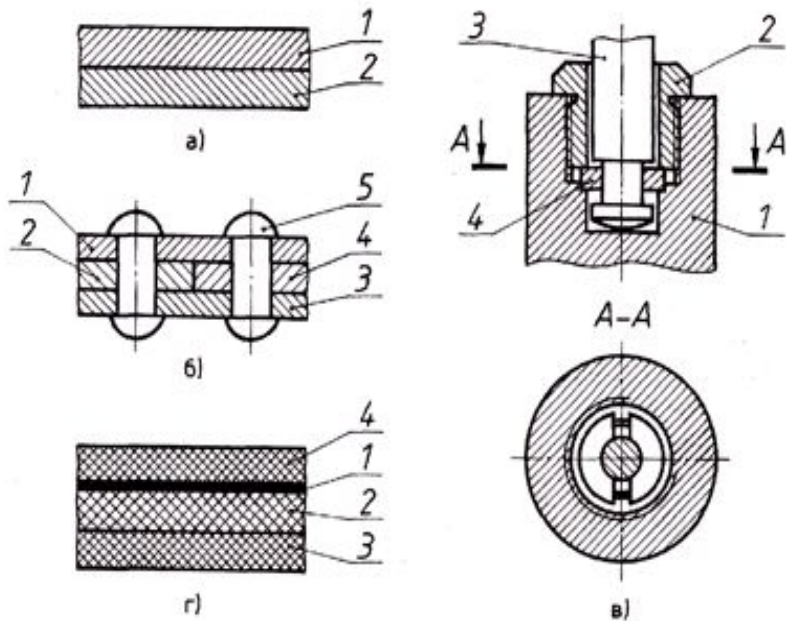

Рис. 231. Штриховка смежных деталей
- При изображении в сечениях или разрезах двух соприкасающихся деталей применяют встречную штриховку с наклоном линий в 45° для одной детали вправо, для другой — влево (рис. 231, а, детали 1 и 2; рис. 231, б, детали 3 и 4, 2 и 4), которая также может выполняться с изменением расстояния между штрихами (рис. 231, б, детали 1 и 2, 3 и 4). Кроме того, штриховка может быть выполнена без изменения направлений линий штриховки, но со сдвигом или с изменением расстояний между ними (рис. 231, б, детали 1 и 4, 2 и 3).
- При штриховке «в клетку» смежных сечений применяют разное расстояние между штрихами для каждой детали (рис. 231, г, детали 2 и 3).
- Узкие площади сечений, ширина которых на чертеже равна 2 мм и менее, показывают зачерненными (рис. 231, г, деталь 1).
- При выполнении продольных разрезов на сборочных чертежах винты, болты, шпильки, шайбы, заклепки, шпонки, непустотелые валы и шпиндели, шатуны, рукоятки и т. д. показывают нерассеченными (рис. 231, б, деталь 5; рис. 231, в, деталь 3). В остальных случаях детали показываются рассеченными.